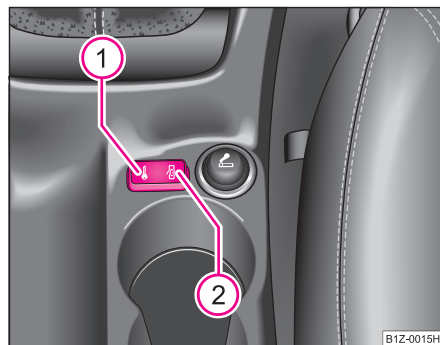

Fig. 28 Consola central: Teclas para cierre centralizado
- Pulsar la tecla ① ⇒ fig. 28. El símbolo  en la tecla se encenderá.
- Pulsar la tecla ② ⇒ fig. 28. En la tecla se apagará el símbolo .